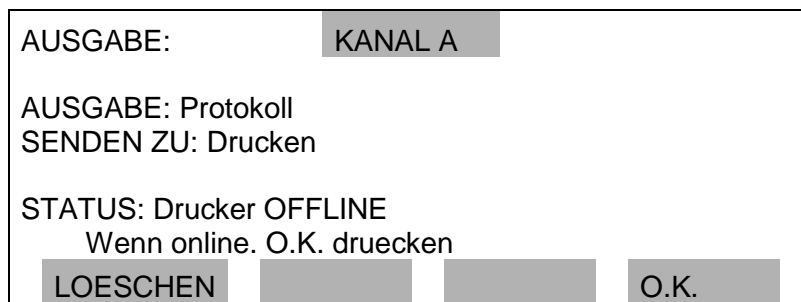

Abb. 4-15: AUSGABE - Untermenü mit Drucker offline
- g. Innerhalb von etwa 10 Sekunden wird der Infutest feststellen, ob der Drucker oder die serielle Schnittstelle off - line sind. Für den Fall, dass der Drucker nicht angeschlossen ist oder kein Papier mehr hat, wird ein Alarmton erzeugt und die STATUS - Zeile erscheint, wie in Abb. 4-15 dargestellt ist. Laut Anweisung auf der Anzeige, drücken Sie die **O.K.**-Taste wenn das Problem beseitigt wurde oder **LOESCHEN**, um die gewählten Ausgabeaufträge abzubereiten.